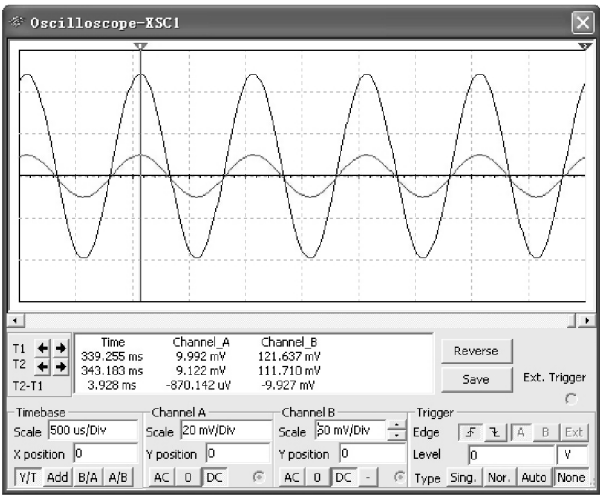

图 6-37 放大电路的输入和输出电压波形
- (2) 单击仿真开关激活电路，双击示波器图标，显示屏上将出现放大电路的输入和输出电压波形，如图 6-37 所示。